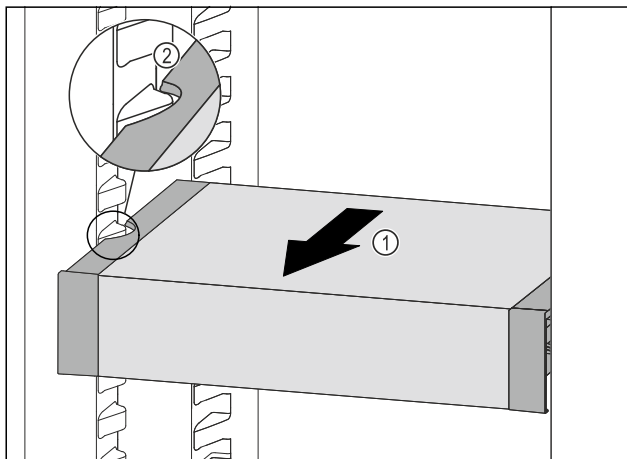

Fig. 80
- ▶ Ladicu VarioSafe vucite prema naprijed Fig. 80 (1) sve dok se bočni otvori ladice VarioSafe ne nađu na visini žlijeba spremnika u hladnjaku. Fig. 80 (2)